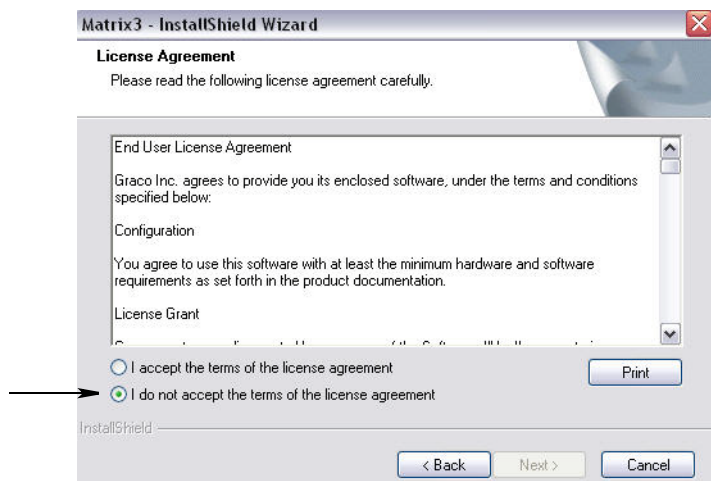

Рис. 4
- Просмотрите сведения в «End User License Agreement» [Лицензионном соглашении с конечным пользователем] (Рис. 4). Если условия приемлемы, выберите пункт «I accept the terms of the license agreement» [Я принимаю условия лицензионного соглашения]. После принятия условий лицензионного соглашения активируется кнопка «NEXT» [ДАЛЕЕ]. Нажмите кнопку «NEXT» [ДАЛЕЕ].